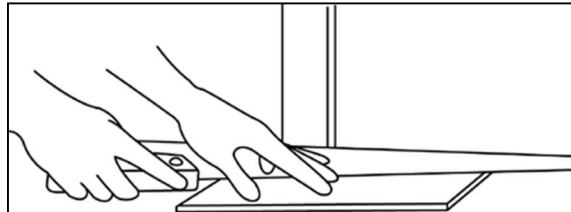

Figure 4
- Découpez un espace sous les chambranles et les montants de porte. Retirez tous les quarts de rond, plinthes ou seuils de porte. Ces articles peuvent être remplacés après l'installation. Un espace doit être découpé sous tous les montants et chambranles de porte pour éviter les coupes entaillées difficiles (**Figure 4**).
- Découpez un espace sous les chambranles et les montants de porte. Retirez tous les quarts de rond, plinthes ou seuils de porte. Ces articles peuvent être remplacés après l'installation. Un espace doit être découpé sous tous les montants et chambranles de porte pour éviter les coupes entaillées difficiles (voir la **Figure 4** à la page 10).